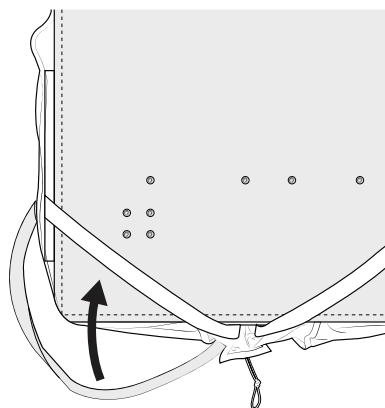

Fig. 8
3. Wrap both elastic straps around the bottom corners of the apron. [fig. 8]
3. Enrolle las dos correas elásticas alrededor de las esquinas inferiores del cinturón delantal. [fig. 8]